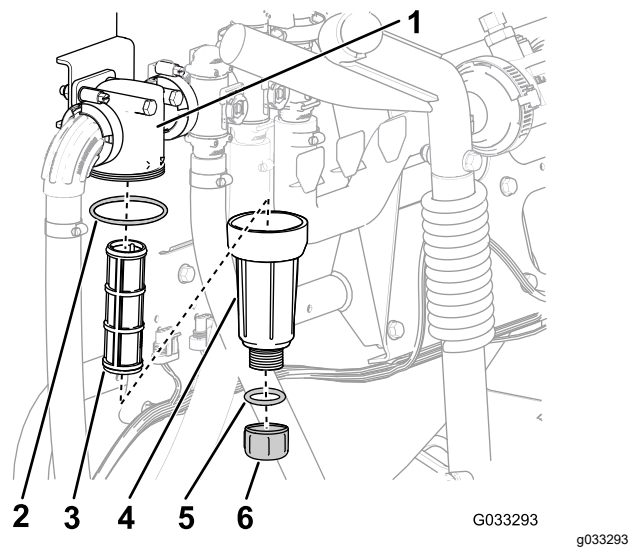

Figure 31
2. Placez un bac de vidange sous le filtre de pression (Figure 31).
3. Tournez le bouchon de vidange dans le sens antihoraire et retirez-le de la cuvette du filtre de pression (Figure 31).
4. Tournez la cuvette dans le sens antihoraire et déposez la tête du filtre (Figure 31).
5. Retirez l'élément du filtre de pression (Figure 31).
7. Vérifiez l'état et l'usure du joint du bouchon de vidange (à l'intérieur de la cuvette) et du joint de la cuvette (à l'intérieur de la tête du filtre) (Figure 31).
8. Placez l'élément dans la tête du filtre de pression (Figure 31).
9. Placez la cuvette sur la tête du filtre et serrez-la à la main (Figure 31).
10. Placez le bouchon de vidange sur le raccord au fond de la cuvette et serrez-le à la main (Figure 31).